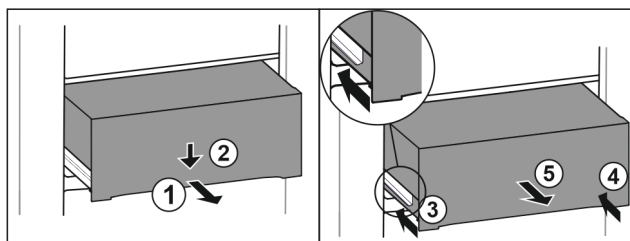

Fig. 95
- ▶ Estrarre il cassetto a metà. Fig. 95 (1)
- ▶ Premere il cassetto sul lato anteriore verso il basso. Fig. 95 (2)
- ▶ Spingere la guida sinistra di circa 2 cm verso l'interno. Fig. 95 (3)
- ▶ Spingere la guida destra di circa 2 cm verso l'interno. Fig. 95 (4)
- ▶ Rimuovere il cassetto tirandolo in avanti. Fig. 95 (5)